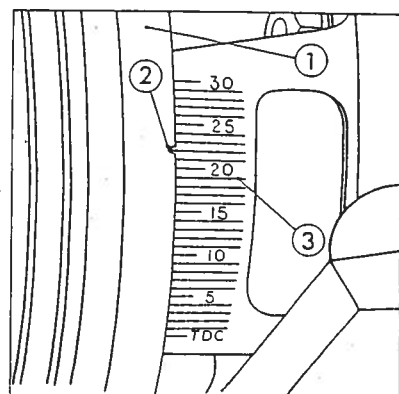

Fig. 25 Motorens tenningsmerker
4. Ta av svinghjulets inspeksjonsplate (fig. 25) og rett svinghjulmerkene opp med sporet i svinghjulets hus.